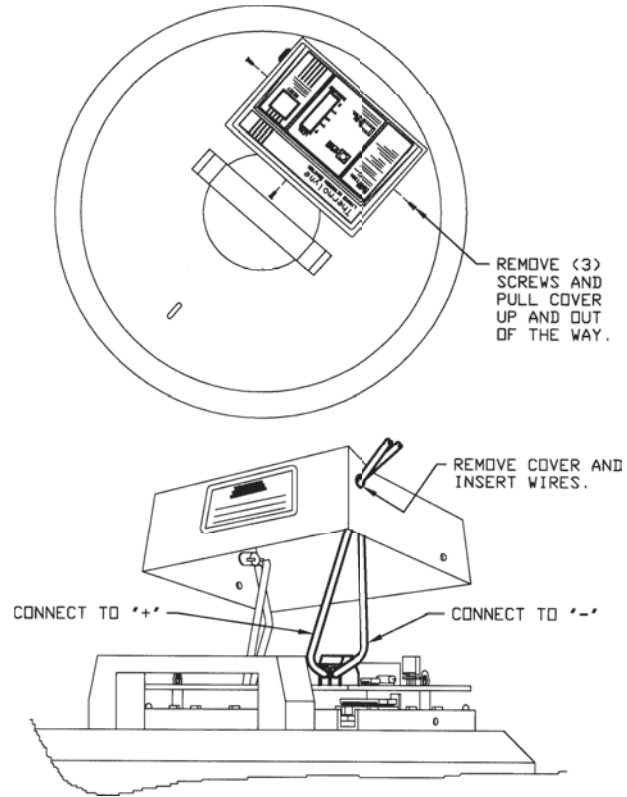

Figura 6-1. Collegamento all'allarme a distanza
2. Togliere le tre viti che fissano il coperchio del monitor di livello dell'azoto liquido. Estrarre il coperchio verso l'altro e allontanarlo (vedere Figura 6-1).